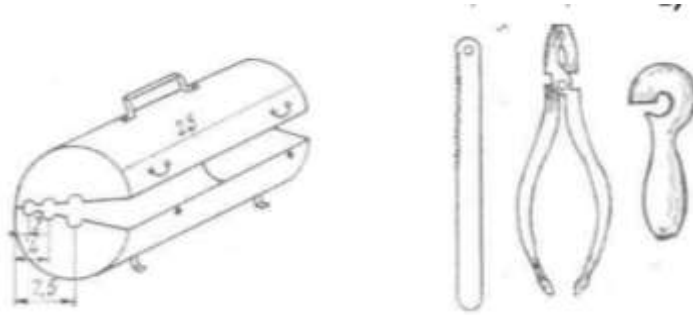

Рисунок 3 – Принадлежности к гололедному станку
- ✓ ванна для оттаивания гололедного отложения. Она представляет собой металлический (обычно латунный) цилиндр длиной 25 см, раскрывающийся на две половины (рисунок 3).